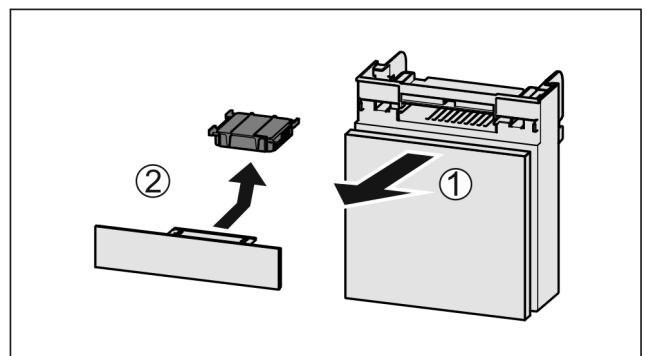

Fig. 161
- Estrarre il vano tirando in avanti Fig. 161 (1).
- Rimuovere il filtro a carboni attivi Fig. 161 (2).